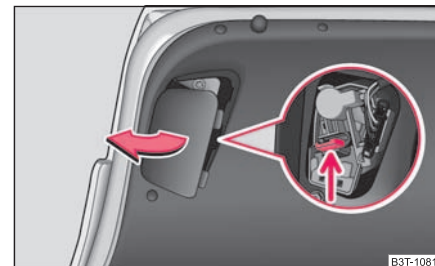

Fig. 239 Dépose de la partie intérieure du bloc optique arrière
- Enlevez le cache du bloc optique arrière à l'intérieur du capot de malle arrière ⇒ page 271, fig. 239.
- Appuyez sur la trappe à ressort ⇒ page 271, fig. 239 et sortez le support d'ampoule du boîtier du bloc optique arrière.